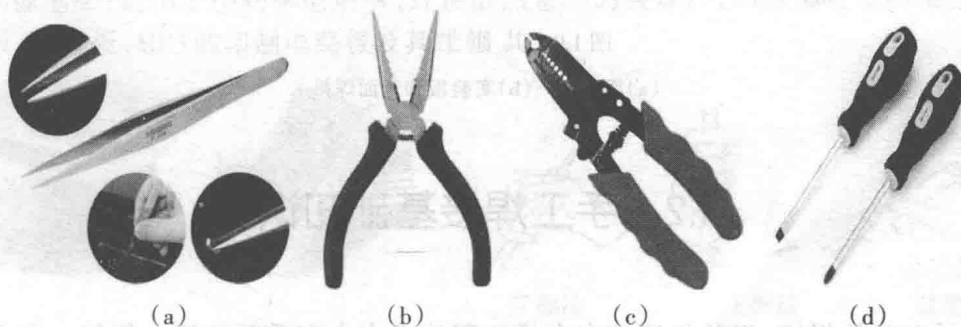

图 1.7 其他工具(2)
(4)镊子[见图 1.7(a)]:元器件都是比较小的东西,而且焊接的时候,引脚和元件本身都很烫,所以焊接时需要用一只手拿镊子夹住,用另一只手拿烙铁焊接,焊接贴片元器件时常会用到。
(5)尖嘴钳[见图 1.7(b)]:夹持东西用,有时也用来扭东西。
(6)剥线钳[见图 1.7(c)]:快速方便地剥去导线外皮的必备工具。
(7)螺丝刀[见图 1.7(d)]:修东西的时候安装和拆开必须要有螺丝刀。